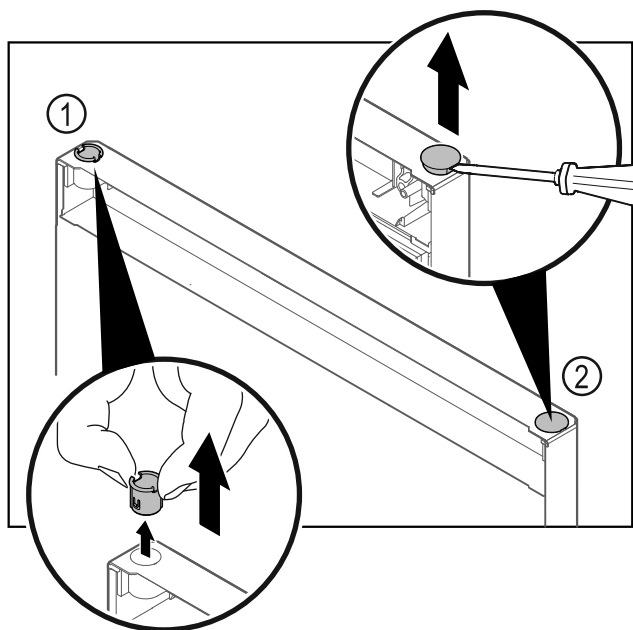

Fig. 35 Deur vriesgedeelte
- Scharnierbus Fig. 35 (1) met de vingers eruit trekken.
- Afdekstop Fig. 35 (2) voorzichtig met een sleufschroevendraaier optillen en eruit trekken.